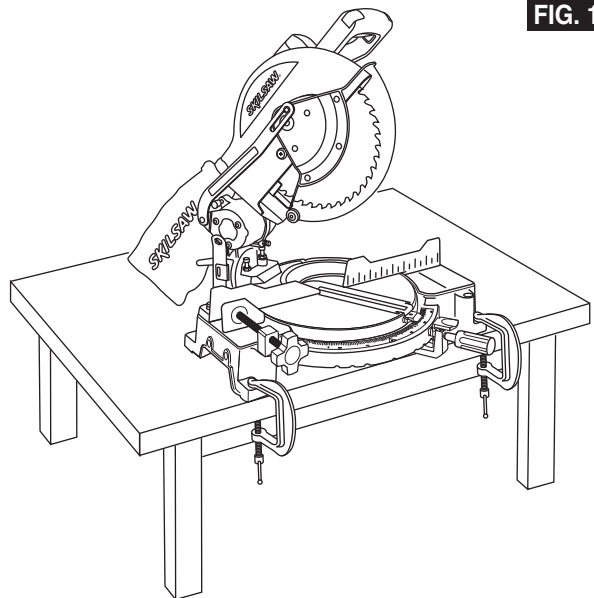

FIG. 12
- Place two or more "C" clamps on the clamping areas and secure (Figure 12).
Montez la scie sur l'établi en utilisant les quatre (4) trous de boulon (7/16 po) **1**. Assurez-vous que le dégagement est suffisant à gauche et à droite de la scie (Figure 12).
1. Chacun des quatre (4) trous de montage doit être boulonné solidement à l'aide de vis à tête plate de 7/16 po, de rondelles d'arrêt et d'écrous hexagonaux (non fournis).
3. Percez quatre (4) trous de 7/16 po de diamètre à travers l'établi.